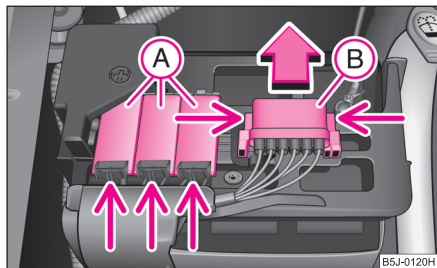

Fig. 182 Batterie: Cache
- Poussez les verrouillages des cache-fusibles (A) ⇒ fig. 182 et ouvrez les caches.
- Appuyez en même temps sur les verrouillages du cache-fusibles (B) et poussez le cache dans le sens de la flèche pour l'enlever.
- Certains véhicules ne sont équipés que du cache (B) ⇒ fig. 182. ■